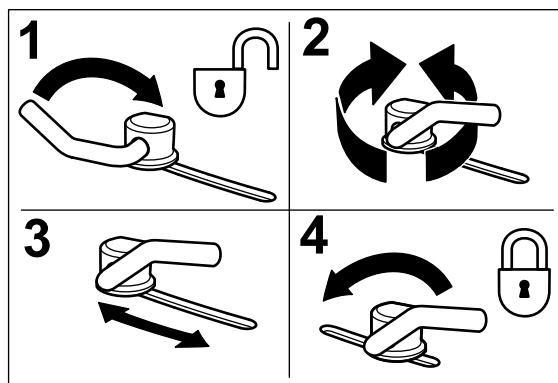

Figura 15
1. Para ajustar os bloqueios do excêntrico, rode a alavanca para cima para soltar o bloqueio do excêntrico (Figura 15).
3. Rode novamente a alavanca para apertar o abafador e os bloqueios do excêntrico (Figura 15).